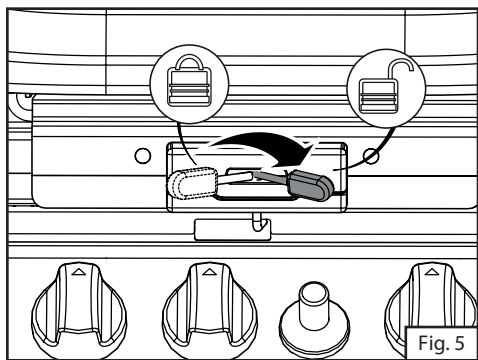

Fig. 5
3. Tire hacia fuera para liberar el mecanismo de enganche de la tapa y luego abra la tapa. (Fig. 5 y 6)